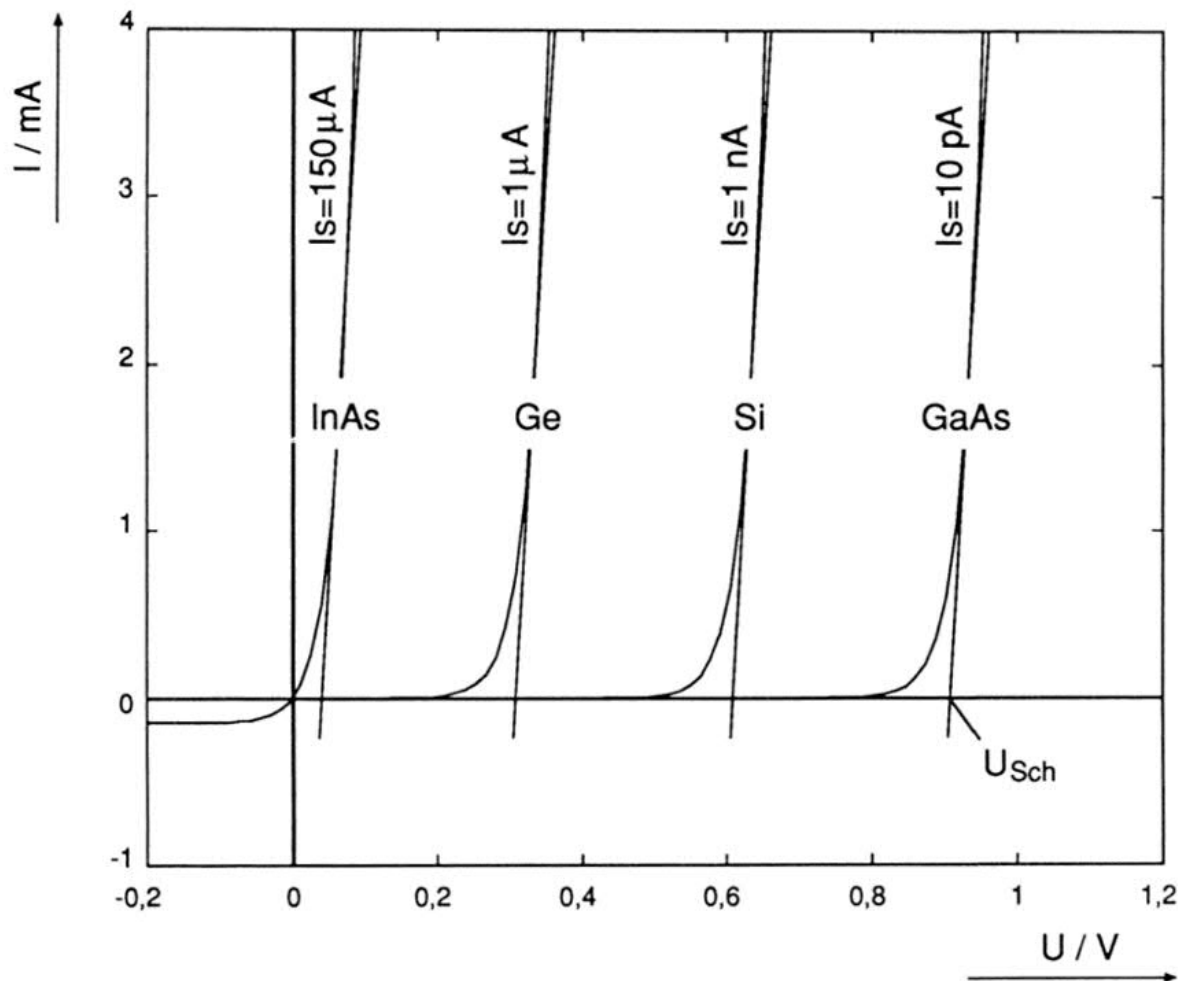

Bild 1: Prinzipielle Strom-Spannungs-Kennlinien kleinflächiger pn-Dioden aus verschiedenen Halbleitermaterialien
Bedeutung von I_s . Für unsere Demodulationsanwendungen ist die Aussage von Gl. (1) wichtig, daß der mit der angelegten Spannung U exponentiell steigende Strom um so schneller wächst, je größer der charakteristische Wert des Sperrstroms I_s für die betreffende Diode ausfällt. Dies bedeutet, daß eine kleine Sperrspannung U_{Sch} zwangsläufig nur dann erhalten wird, wenn I_s einen entsprechend großen Wert besitzt. Prinzipielle Beispiele für $I(U)$ -Kennlinien von pn-Dioden mit unterschiedlichen U_{Sch} (und I_s !) bei etwa gleicher Diodenfläche zeigt Bild 1. Neben Silizium
und Germanium sind Kurven für Dioden mit den Verbindungshalbleitern Galliumarsenid (GaAs) und Indiumarsenid (InAs) dargestellt. Die Tatsache, daß verschiedene Halbleiter sich nach Bild 1 sehr unterschiedlich verhalten - unterschiedliche Sperrströme aufweisen -, hängt vor allem mit der spezifischen Kristallstruktur der Materialien zusammen.